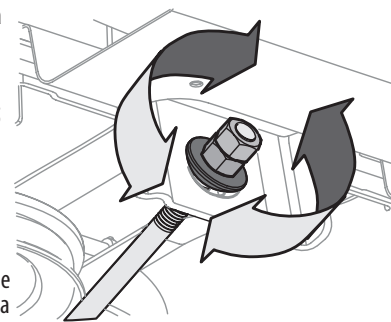

Figura 19
- Para *eleva*r el frente de la plataforma, afloje la tuerca exterior y luego apriete (rosca hacia adentro) la tuerca contra el soporte de suspensión delantera. Consulte la Figura 19. Cuando se logre el ajuste correcto, vuelva a apretar la tuerca exterior hasta 25–30 pies–libras (33.9–40.7 N–m).
- Para *baja*r el frente de la plataforma, afloje la tuerca exterior y luego afloje (rosca hacia afuera) la tuerca, alejándola del soporte de suspensión delantera. Consulte la Figura 19. Cuando se logra el ajuste correcto, vuelva a apretar la tuerca exterior.